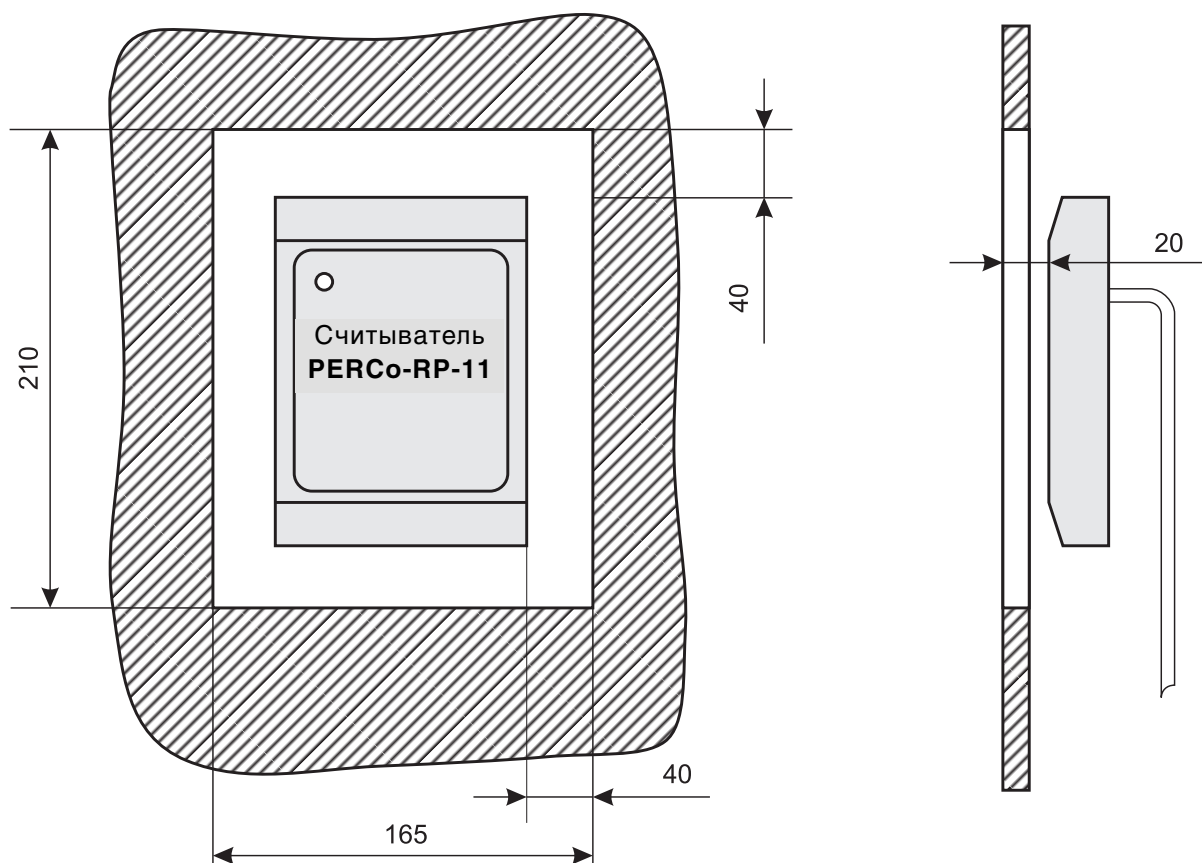

Рис. 3. Установка считывателя за металлической поверхностью
- при установке считывателя за металлической поверхностью, в ней необходимо вырезать окно, напротив которого и устанавливается считыватель (см. рис. 3), при этом размеры окна должны быть не менее 210x165 мм, само окно может быть закрыто неметаллической вставкой (например из пластмассы), а считыватель может быть утоплен вглубь окна на расстояние не более 2 см от внешней стороны металлической поверхности — дальность считывания кода при таком способе монтажа считывателя уменьшается на 30-50%;